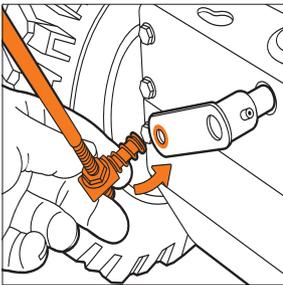
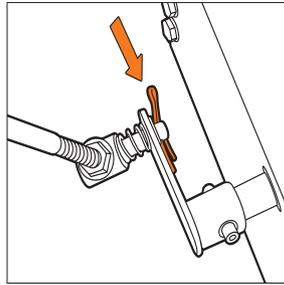

Рис. 30
Рис. 31
- Подсоедините штангу к кронштейну привода на корпусе снегоуборочной машины (Рис. 30) и зашплинтуйте ее (Рис. 31).